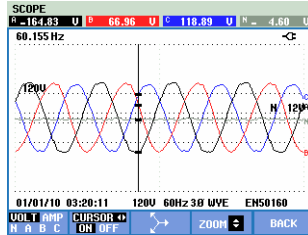

Figura 23-3. Pantalla de formas de onda con el cursor y el zoom activados
- Las teclas de flecha arriba/abajo aplican el zoom en dirección vertical (figura 23.3).